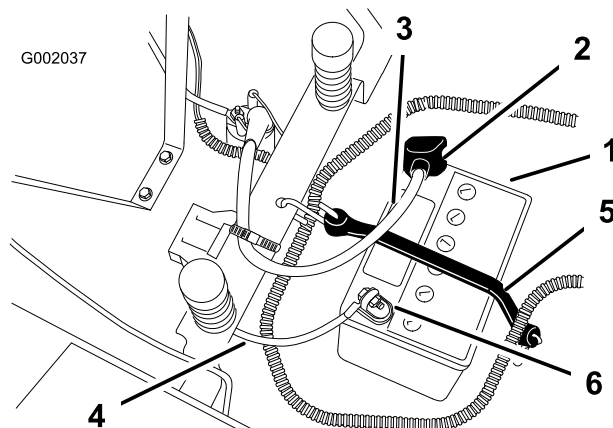

Figura 32
4. Staccate il cavo negativo (nero) di terra dal polo della batteria (Figura 32).
5. Infilate il cappuccio di gomma sul cavo positivo (rosso) della batteria. Staccate il cavo positivo (rosso) dal polo della batteria (Figura 32).
6. Togliete il dispositivo di fissaggio della batteria (Figura 32) e togliete la batteria dal vassoio.
1. Posizionate la batteria nel vassoio con i poli dei morsetti lontano dalla plancia (Figura 32).
- Fissate i cavi con due bulloni (1/4 x 3/4 poll.), rondelle (1/4 poll.) e dadi (1/4 poll.) (Figura 32).
- Fissate la batteria con l'apposito dispositivo (Figura 32).